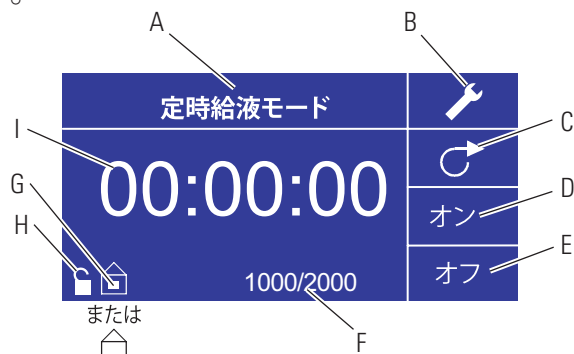

図 3-4. 定時給液モードスクリーン
- I. 時間表示：中央の桁は、ディスプレイの右側にハイライトされているONまたはOFF時間の、残り時間を示しています (図 3-4、位置 D または E)。
6. **ON 時間設定**：ON 時間を設定するには、方向パッドと ENTER キーを使って、ON フィールドを選んでください (図 3-4、位置 D 参照)。こうすると、スクリーン中央のタイマーがハイライトされます (図 3-4、位置 I 参照)。ENTER をもう一度押して、UP/DOWN 矢印でタイマーをセットします。LEFT/RIGHT 矢印で、桁を切り替えます。ベストな ON 時間を選んだら、再び ENTER を押して確定します。駆動部は、スクリーンの中央にでている時間だけ稼働します。
7. **OFF時間設定**：OFF時間を設定するには、方向パッドと ENTER キーを使って、OFFフィールドを選んでください (図3-4、位置 E 参照)。こうすると、スクリーン中央のタイマーがハイライトされます (図 3-4、位置 I 参照)。ENTER をもう一度押して、UP/DOWN 矢印でタイマーをセットします。LEFT/RIGHT 矢印で、桁を切り替えます。ベストな OFF 時間を選んだら、再び ENTER を押して確定します。駆動部は、スクリーンの中央にでている時間だけ停止します。**注**：OFF時間が00:00:00に設定されている場合、次の分注を開始するには、キーパッドまたはリモート I/O コネクタからの START/STOP 入力が必要です。
8. **バッチサイズを選択**：選択された ON/OFF 時間で駆動部を稼働させる前に、バッチサイズを選んでください。そうするには、方向パッドと ENTER キーを使って、BATCH アイコンを選びます (図3-4、位置 F 参照)。バッチカウントスクリーンで ENTER キーを押し、方向パッドの UP/DOWN 矢印で希望するバッチサイズを選んでください。LEFT/RIGHT 矢印で、桁を切り替えます。ENTER をもう一度押して、選んだバッチサイズを確定します。ゼロ (0) に設定されている場合、駆動部は無限のサイクルで稼働し、∞記号が表示されます。方向パッドで EXIT を選び、定時給液操作スクリーンに戻ります。
10. **バッチの再設定**：バッチを再設定するには、方向パッドと ENTER キーを使って、BATCH アイコンを選びます (図 3-4、位置 F 参照)。バッチ数スクリーンで方向パッドを使って RESET を選び ENTER キーを押すとバッチ数が再設定され、EXIT を選ぶとメインの定時給液モード操作スクリーンに戻ります。